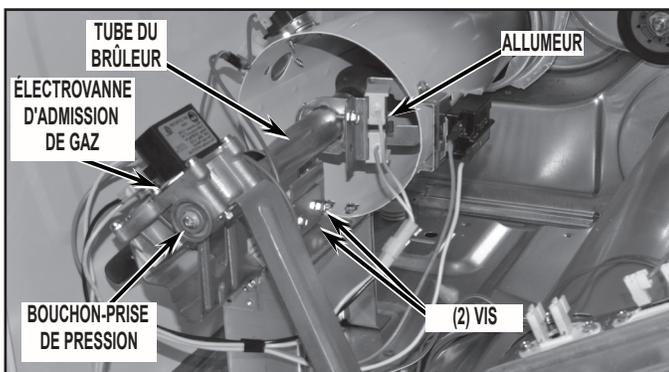

FIGURE 19B
11. Débrancher le connecteur de l'allumeur du reste du câblage puis ôter le tube du brûleur (ôter les deux (2) vis de fixation sur la base du brûleur). Consulter la *Figure 19B*, passer à l'étape 22, "Remplacement du gicleur".